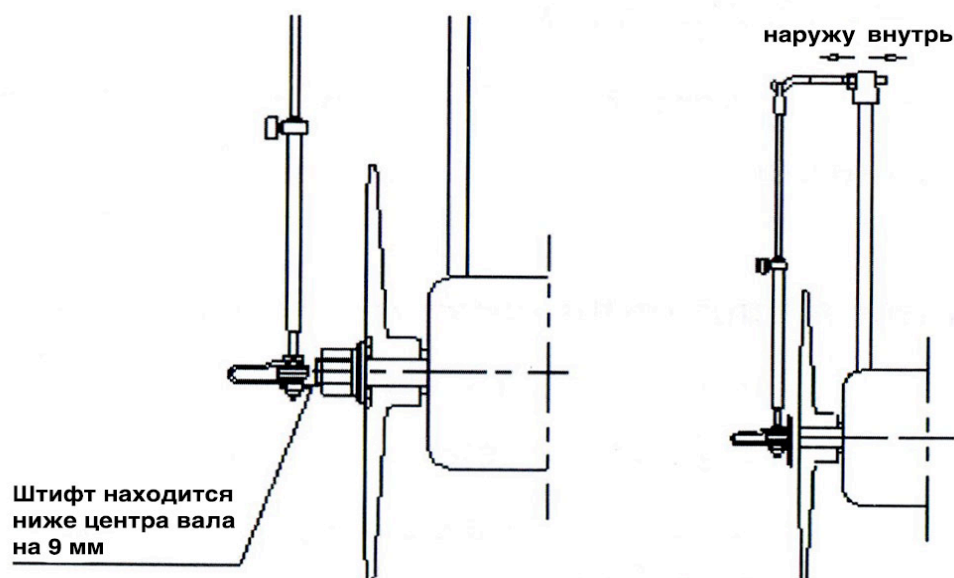

Рис. 4. Настройка маятника для заточки гребенок.
- Установите гребенку на посадочные штифты регулируемой державки маятника, установленной в режиме заточки гребенки (см. п. 4.2). Повесьте маятник на крюк (рис. 4).
- Снимите гребенку с маятника. Качните маятник к центру вала аппарата. Посадочный штифт державки, ближний к валу, при прохождении его через центр диска должен находиться на линии, проходящей ниже центра вала на 9 мм (рис. 4). Отрегулируйте длину отвеса, чтобы установить державку в этом положении.